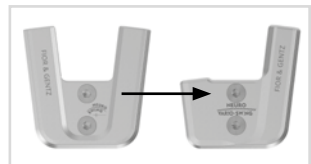

Abb. 34
- 4 Montieren Sie die Funktionseinheit des gewünschten Systemgelenkes in der passenden Systembreite (siehe Beispiel Abb. 34).